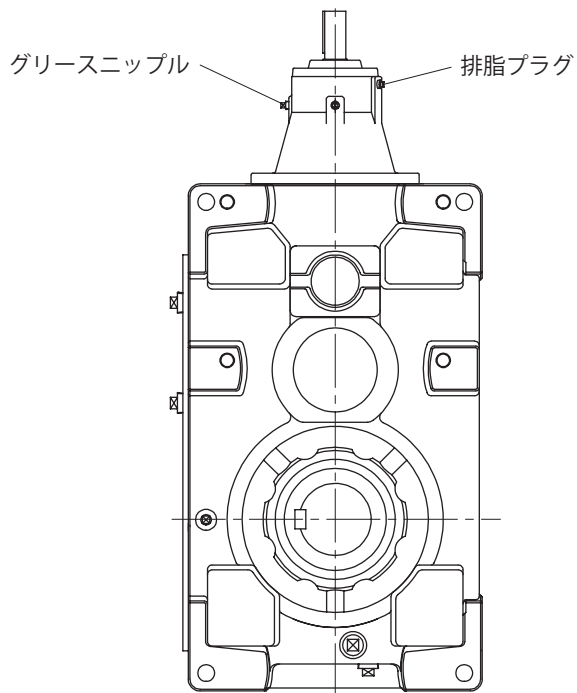

図8-3 レデューサ直立据付
- ・グリースニップルおよび排脂プラグ位置は、P27 図 8-3 ～ 8-5 をご覧ください。
(3) 潤滑剤の選定